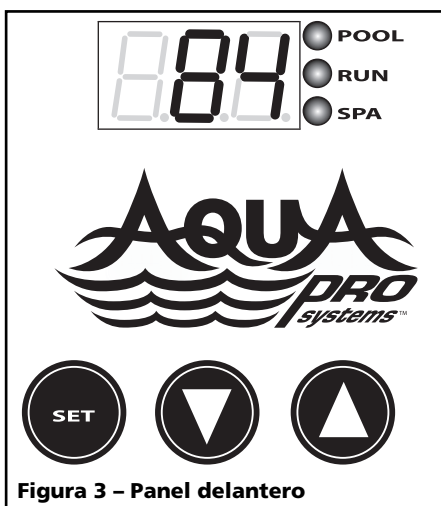

Figura 3 - Panel delantero
- El control ubicado al frente de su bomba de calor tiene una pantalla de tres caracteres grandes para la temperatura del agua, puntos de ajuste, y diagnósticos (ver en la Figura 3 la imagen del panel frontal). El teclado de tres botones incluye SET (ajuste), flecha arriba (UP), y flecha abajo (DOWN). Los indicadores LED cerca de la pantalla indican si la bomba de calor está en modo piscina o en modo hidromasaje, y si la unidad está en funcionamiento.
Este calentador de piscinas es compatible sólo con sistemas remotos de 2 cables, y no es compatible con sistemas remotos de 3 cables. La Figura 3 muestra dónde conectar los sistemas remotos al Controlador de Temperatura.